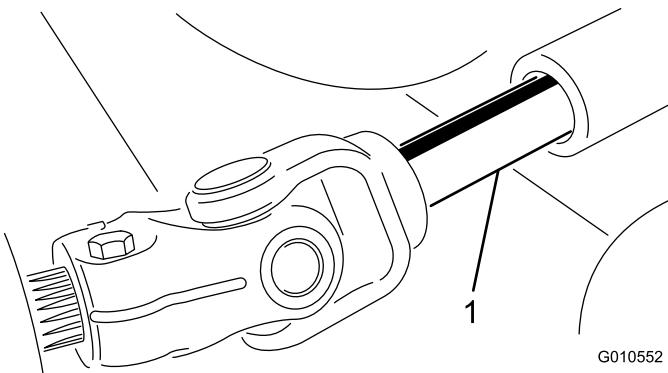

Figura 25
5. Allontanate l'apparato di taglio dal trattorino, separando le sezioni maschio e femmina dell'albero della presa di forza (Figura 25).
- Inserite l'albero della presa di forza maschio nell'albero della presa di forza femmina (Figura 25).